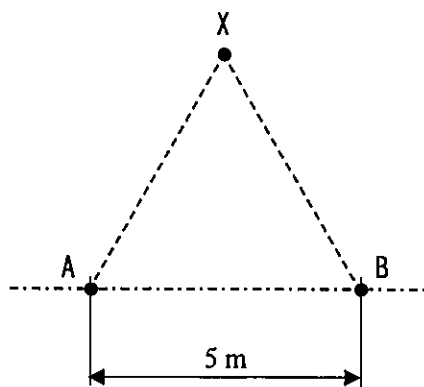

図2
- 2) 次に、図1で示されている $+6 \times 10^{-7} \text{ C}$ の点電荷が置かれている点A、Bに対し、それぞれから5 mの距離にある点Xを想定し、図2に示すように頂点A、B、Xを持つ1辺が5 mの正三角形ABXを考える。